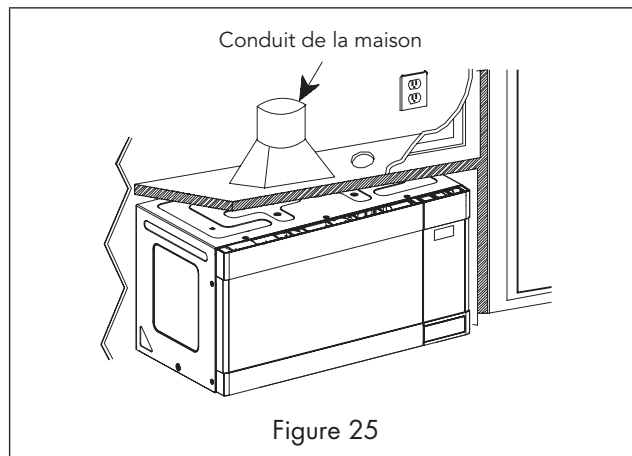

Figure 25
- Abaissez le conduit de la maison pour le raccorder à l'adaptateur d'échappement. Scellez les joints du tuyau de sortie avec du ruban à conduits. Voir la Figure 25.